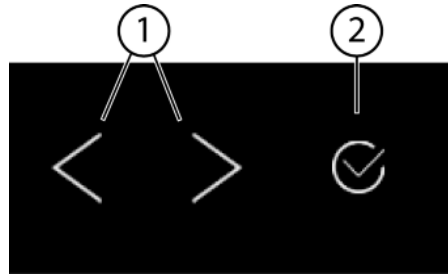
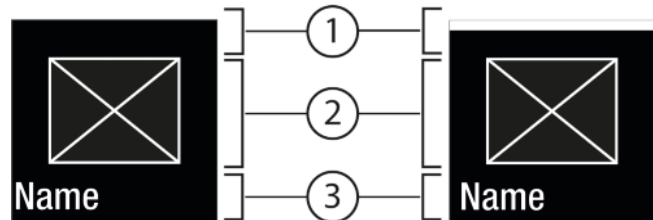
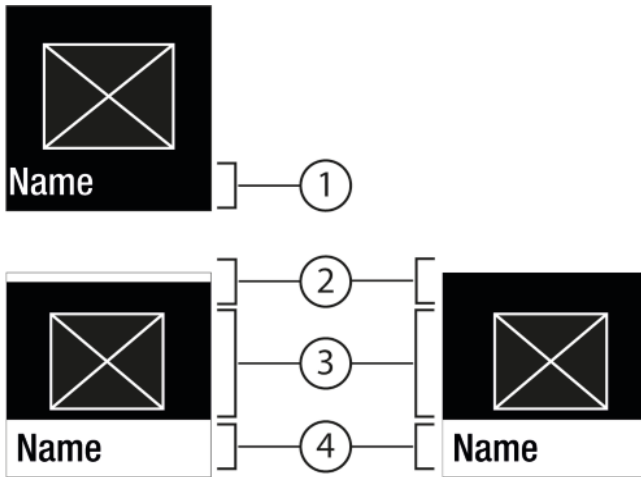

Fig. 5
Fig. 6
Fig. 7
- (1) Flèche de navigation vers la gauche / droite (2) Confirmer
#### Flèche de navigation vers la gauche / droite Fig. 5 (1) :
#### Confirmer Fig. 5 (2) :
- Naviguer avec la flèche de navigation vers la gauche / la droite Fig. 5 (1).
- Avec Confirmer Fig. 5 (2), activer / désactiver la fonction Fig. 6 (1) / le réglage Fig. 6 (1).
- Avec Confirmer Fig. 5 (2), appeler le sous-menu Fig. 7 (4).
- Régler une nouvelle valeur : Avec Confirmer Fig. 5 (2), sélectionner une valeur désactivée Fig. 6 (1).
- Retour au menu : Avec Confirmer Fig. 5 (2), sélectionner la valeur déjà activée Fig. 6 (2).
- ▶ Appuyer sur les flèches de navigation Fig. 5 (1) autant de fois que nécessaire jusqu'à ce que la s'affiche.
- ▶ Appuyer sur Confirmer Fig. 5 (2).
- ▶ Appuyer sur les flèches de navigation Fig. 5 (1) autant de fois que nécessaire jusqu'à ce que la fonction s'affiche.
- ▶ Sélectionner la valeur de réglage à l'aide des flèches de navigation Fig. 5 (1).
- ▷ Status : activé Fig. 6 (1) s'affiche brièvement dans le sous-menu Fig. 7 (4).
- ▶ Appuyer sur les flèches de navigation *Fig. 5 (1)* autant de fois que nécessaire jusqu'à ce que les réglages  s'affichent.
- ▶ Appuyer sur Confirmer *Fig. 5 (2)*.
- ▶ Appuyer sur les flèches de navigation *Fig. 5 (1)* autant de fois que nécessaire jusqu'à ce que le réglage souhaité s'affiche.
- ▶ Appuyer sur Confirmer *Fig. 5 (2)* et laisser enfoncé 3 secondes.